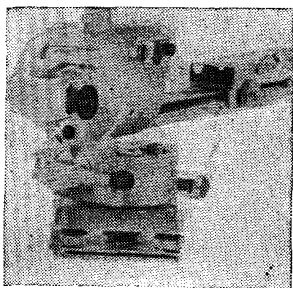

Рис. 26. Базисный редуцирующий тахеометр BRT-006
4.11. Базисный редуцирующий тахеометр BRT 006 (рис. 26) предназначен для тахеометрической съемки застроенной территории или труднодоступных участков местности. Рекомендуются применять при съемке в масштабах 1:500, 1:1000.